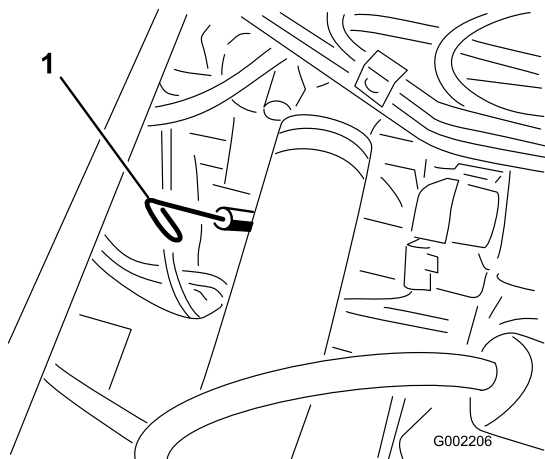

Figure 39
2. Retirez la jauge, située sous le siège du passager, et essuyez-la sur un chiffon propre (Figure 39). Remettez la jauge dans le tube en vérifiant qu'elle est enfoncée au maximum. Sortez de nouveau la jauge et vérifiez le niveau d'huile.
13. Retirez le bouchon de remplissage et versez lentement environ 80% de la quantité d'huile spécifiée dans le moteur par l'orifice de remplissage (Figure 39).